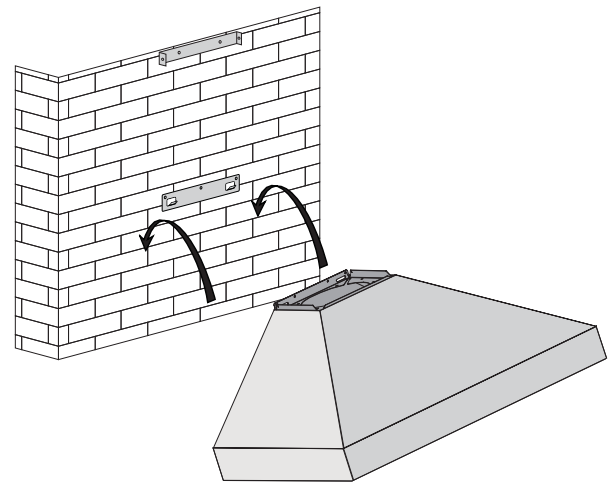

Figure 4
- suspendre les crochets de la hotte sur les supports inférieurs du montage (voir figure 4).